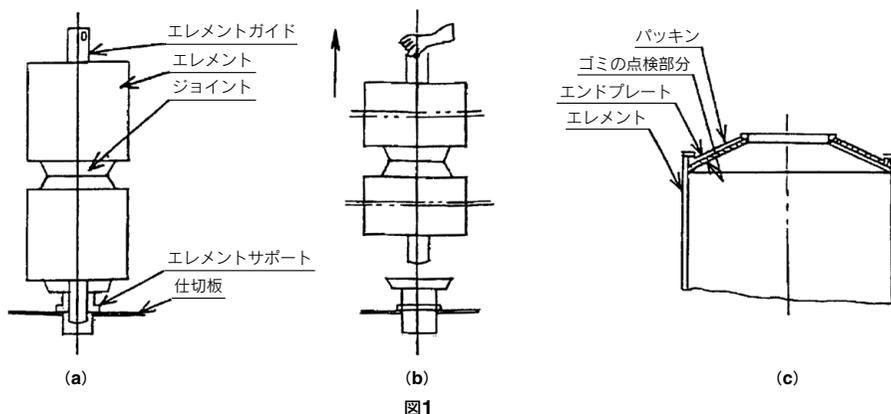

図1
エレメントガイドは、無理に取出す必要はありません。また、エレメントホルダを取出した後(図1(b))の要領でエレメントガイドを取出すことによりエレメントとジョイントを一括して取出すことができます。
①ELEMENTを取外した時、ハニカムELEMENT、ペーパーELEMENT以外のELEMENTは、ELEMENTプレートとパッキンの間にゴミが溜まっているか否か確かめてください。【図1(c)参照】
※また、配列が多くELEMENT重ね数が3~4段の場合は、あらかじめELEMENTガイドにELEMENT、ジョイントをセットした物をELEMENTサポートにセットする事もできます。【図1参照 取り出す時の逆の要領】
- ①エレメント取付金具、エレメント、ジョイント、エレメントガイドの順に取出してください。
- ②エレメントガイドは無理に取出す必要はありません。
- ③またエレメントホルダを取出した後(図1)の要領でエレメントガイドを取出すことによりエレメント、ジョイントを一括して取出すことができます。
- ①エレメントを取外した時ハニカムエレメント、ペーパーエレメント以外のエレメントはエンドプレートとパッキンの間にゴミが溜まっているか否か確かめてください。【図1(c)参照】溜っている場合はきれいにしてください。
- ②エレメントガイドを取外した時は取付けてください。
- ③エレメント、ジョイント、エレメント、エレメント取付金具の順に同心になる様に正しく差し込んでください。